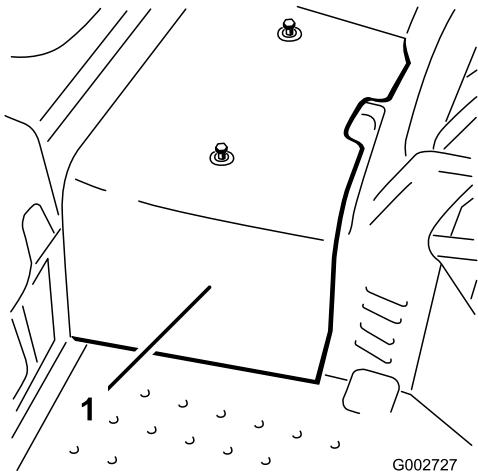

Figura 32
2. Allentate le 2 viti che fissano la protezione centrale alla macchina, e togliete la protezione (Figura 32).